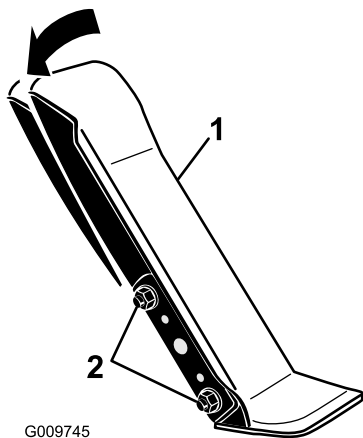

Figura 102
1. Desaperte as 2 porcas e parafusos que fixam o lado esquerdo do pedal de tração ao suporte (Figura 102).
2. Rode o pedal para o ângulo de funcionamento pretendido e apertar as porcas (Figura 102).